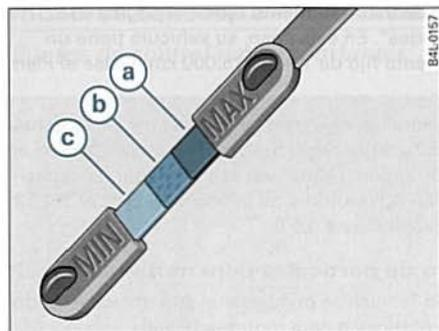
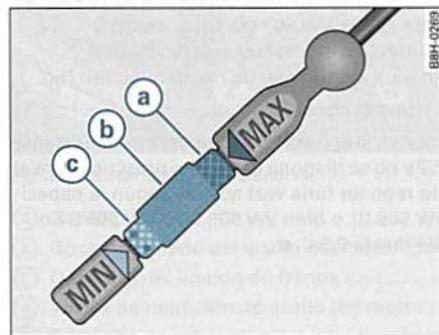

Fig. 216 Representación básica 1: Zonas marcadas en la varilla de medición de aceite
Fig. 217 Representación básica 2: Zonas marcadas en la varilla de medición de aceite
- A continuación, vuelva a extraerla y compruebe el nivel de aceite ⇒ fig. 216 o bien ⇒ fig. 217. En caso necesario, reponga aceite del motor ⇒ *página 252*.